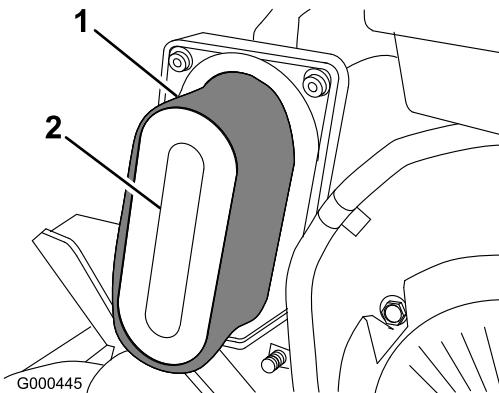

Figura 22
- Si el elemento de gomaespuma está sucio, sepárelo del filtro de papel (Figura 22) y límpielo a fondo, de la manera siguiente: